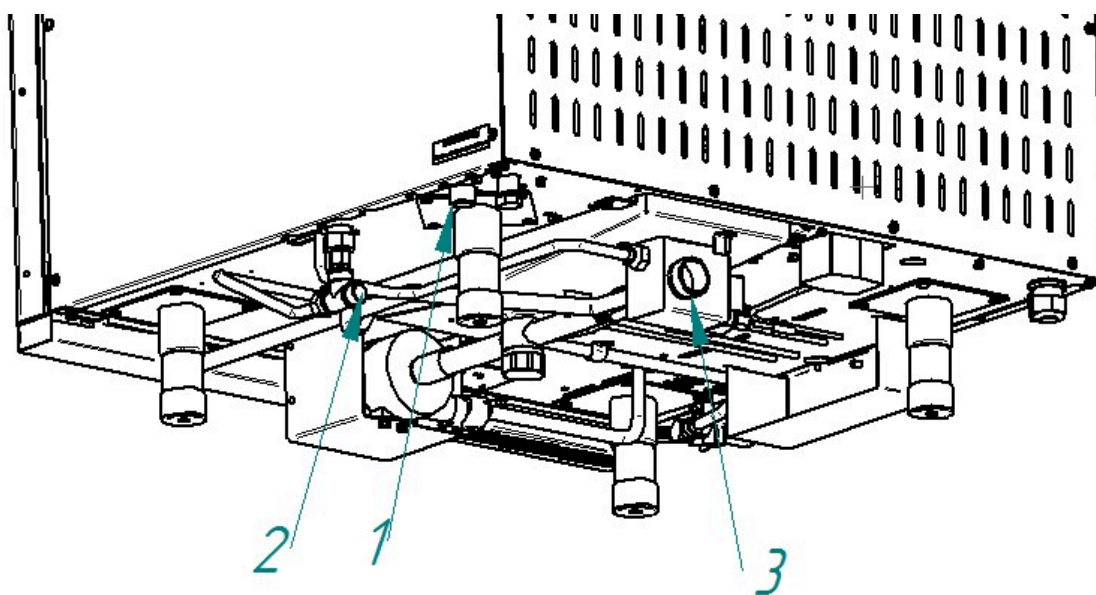

Рис. 4. Подключение к системе водоснабжения
• G3/4 (см. рис.4 поз.1 (наружная резьба)) – парогенератор. Подключать через водоумягчительную установку (водородно-ионного обмена). Рекомендуется использовать BRITA PURITY C300 Quell ST.
• G1/2" (см. рис.4 поз.2 (наружная резьба)) – душевое устройство и охлаждение коллектора. Допускается подключать к неподготовленной воде.
- установить кран слива с парогенератора (см. рис.4 поз.4) в положение «Закрыто»;
- подключить пароконвектомат к системе канализации (см. рис. 16) соединением с резьбой G1¼ (рис.4 поз.3). Для подключения в комплект поставки входит труба гибкая K215. Подключение к канализации выполнить с разрывом струи не менее 20мм от верха приемной воронки (СНиП 2.04. 01-85 п. 17.11).